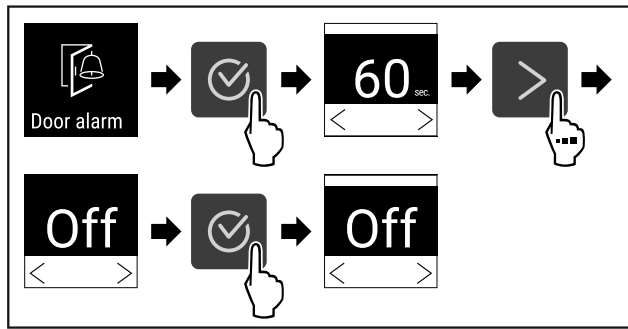

Fig. 115
- ▶ Végezze el a gyakorlati lépéseket (lásd Fig. 115) .